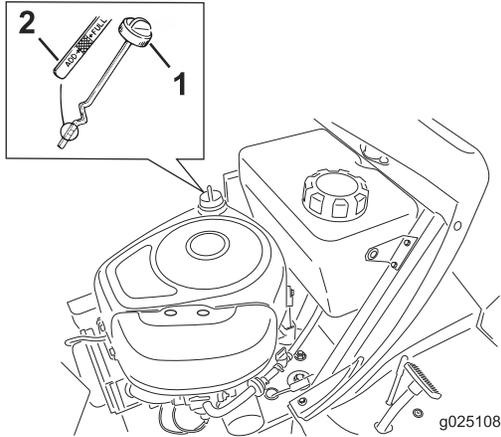

Figura 23
8. Limpie alrededor de la varilla (Figura 23) para impedir que caiga suciedad por el orificio de llenado y cause daños en el motor.
9. Desenrosque la varilla y limpie el extremo metálico (Figura 23).
10. Enrosque la varilla de aceite a fondo en el tubo de llenado (Figura 23).
11. Limpie alrededor de la varilla y desenrosque el tapón (Figura 23).
12. Vierta lentamente aproximadamente un 80% del aceite de motor por el tubo de llenado (Figura 23).